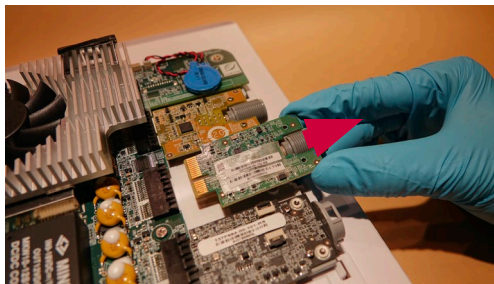

図17 VDIボードを取り外す
- a) メインボードコネクタからVDIボードを引き出します(図17)